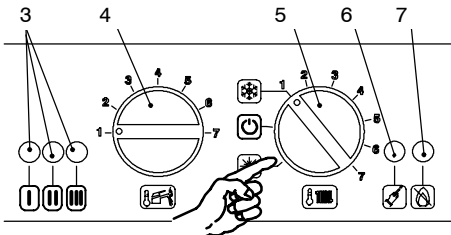
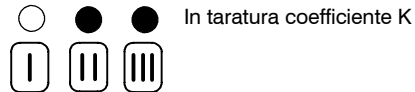
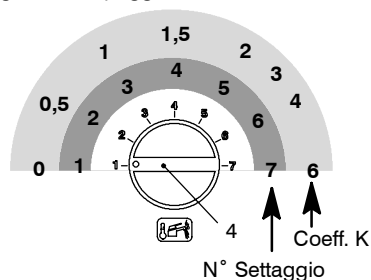
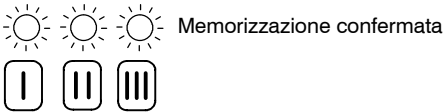

fig. 5.22
fig. 5.23
fig. 5.25
fig. 5.26
- 1 Alimentate elettricamente la caldaia azionando l'interruttore bipolare previsto nella installazione; la lampada di segnalazione 3 in fig. 5.22 lampeggia ogni 4 secondi.
- 2 Posizionare il selettore 5 come indicato in fig. 5.22; la lampada di segnalazione 3 lampeggia ad intermittenza circa ogni 2 secondi.
- 3 Tenere premuto il pulsante di ripristino 6 in fig. 5.22 per circa 10 secondi, la lampada di blocco 7 in fig. 5.22 inizierà a lampeggiare.
- 4 Per tarare il coefficiente K le spie di segnalazione 3 in fig. 5.22 devono essere visualizzate come in fig. 5.23 (legenda spie fig. 5.24)
- 5 Se non si visualizza questa sequenza premere il pulsante di ripristino 6 in fig. 5.22 tante volte fino alla visualizzazione (5 volte).
- 6 Per visualizzare il settaggio impostato tenere premuto il pulsante di ripristino 6 in fig. 5.22 per circa 5 secondi. Le spie di segnalazione 3 in fig. 5.22 lampeggeranno un numero di volte pari al settaggio (fig. 5.25)
- 7 Per cambiare il settaggio ruotare la manopola regolazione temperatura sanitari 4 in fig. 5.22 e posizionarla nel valore di K desiderato fig. 5.25 (nella figura es. manopola settata per K1,5), la lampada di segnalazione blocco 7 in fig. 5.22 lampeggia velocemente.
8 Per memorizzare il settaggio premere il pulsante di ripristino 6 in fig. 5.22 per circa 5 secondi, le spie di segnalazione 3 in fig. 5.22 lampeggiano tutte quante simultaneamente come in fig. 5.26 (legenda spie fig. 5.24)
9 Posizionare il selettore 5 come indicato in fig. 5.26 per uscire dalla programmazione.